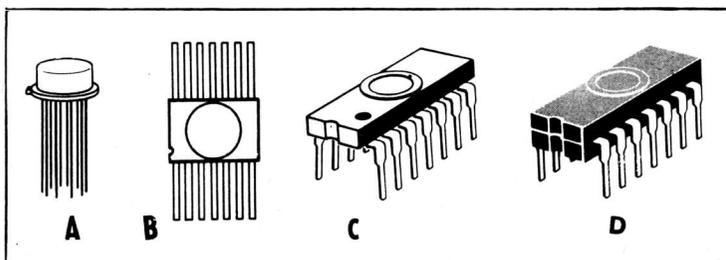

Fig. 1
La figure 1 donne l'aspect de circuits intégrés. A gauche, en (A) on voit le type T05 avec un certain nombre de fils. En (B) on voit le type en boîtier plat. Les terminaisons se trouvent de part et d'autre du boîtier et dans le même plan que celui-ci. En (C) et (D) on voit l'aspect des CI (= circuits intégrés) en boîtier rectangulaire avec cosses recourbées à angle droit.
### BOITIER EMBROCHABLE (C) ET (D) figure 1